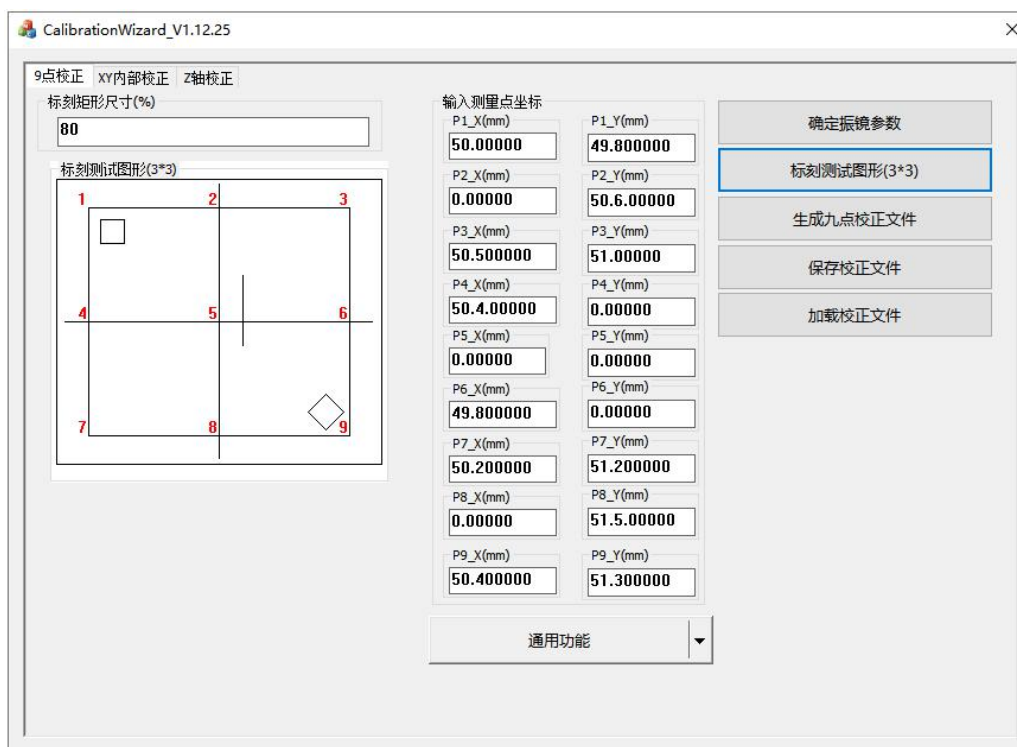

图 2
2. 选择 3D XYZ 校正，点击确认。如图 2 所示，设置标刻矩形尺寸